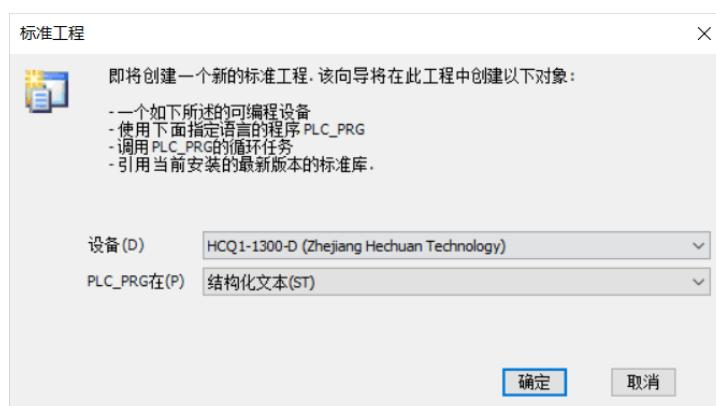

图 13-3 工程详细
3. 设备选择【HCQ1-1300-D】，PLC_PRG 在 (P) 选择【结构化文本 (ST)】，点击【确定】，如图 13-3 所示。